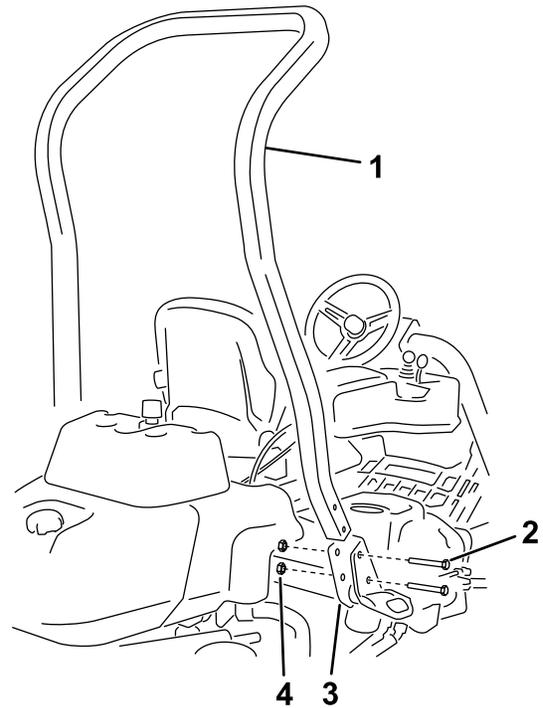

Figura 3
3. Utilize quatro parafusos (½ x 3¾ pol.) e quatro porcas flangeadas (½ pol.) para instalar a barra de segurança nos suportes ROPS em cada lado da máquina como ilustrado na Figura 3.